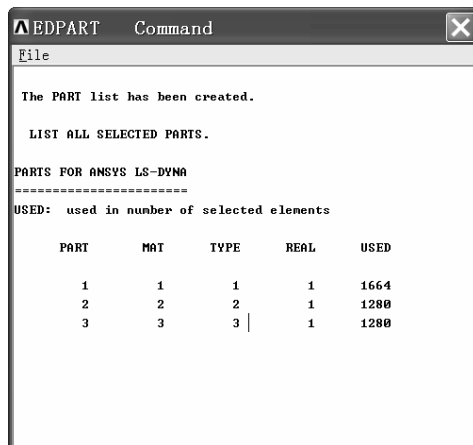

图 2-170 “EDPART Command” 窗口
(2) 保持“Parts Data Written for LS-DYNA”窗口的默认设置不变，单击该窗口中的“OK”按钮，弹出“EDPART Command”窗口（见图 2-170）。